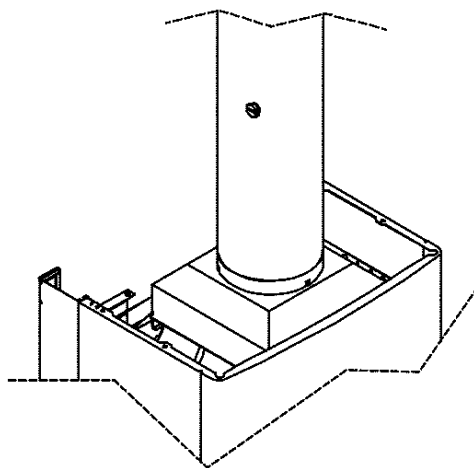

Рис. 2.22
- Прodelайте отверстие на прямолинейном участке дымохода, после выхода из кожуха дымоуловителя на расстоянии не ближе 250 мм (в соответствии с предписаниями Действующих Стандартов – Рис. 2.22);